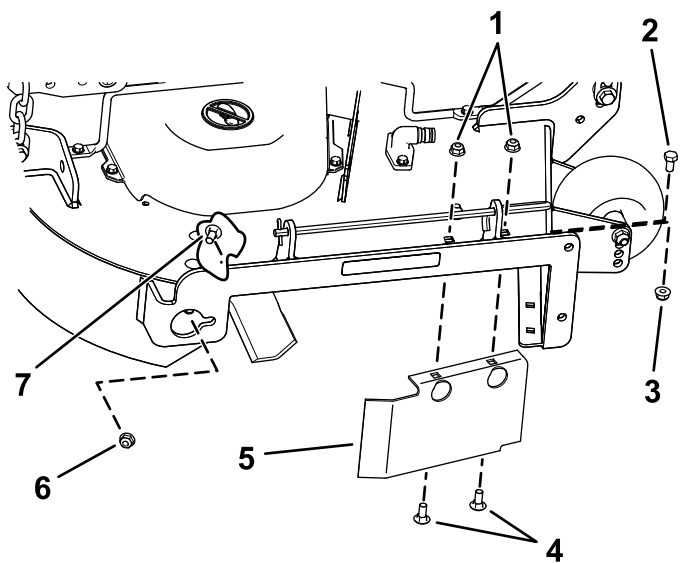

Figura 17
8. Rimuovete il bullone a testa tonda (5/16" x 3/4") e il dado di bloccaggio (5/16") che fissano il deflettore al lato posteriore del piatto di taglio (Figura 17).
13. Montate gli elementi di fissaggio rimossi in precedenza nei fori anteriori nella piastra di scarico e del foro anteriore del piatto di taglio (Figura 17).
9. Localizzate la protezione del deflettore davanti all'apertura di scarico laterale (Figura 17).
10. Rimuovete gli elementi di fissaggio che assicurano la protezione del deflettore e il deflettore destro al piatto di taglio (Figura 17).